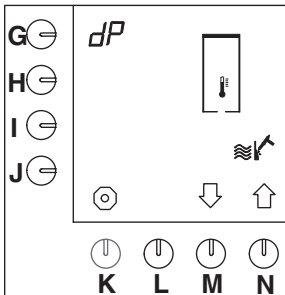

Abb. 21 Starten des Entkalkungsprogramms für das Heißwassersystem
- Drücken Sie so lange auf die Programmierstaste (G.), bis Abb. 21 wieder im Display erscheint.
- Jetzt erscheint das Entkalkungsprogramm im Display (Abb.21).